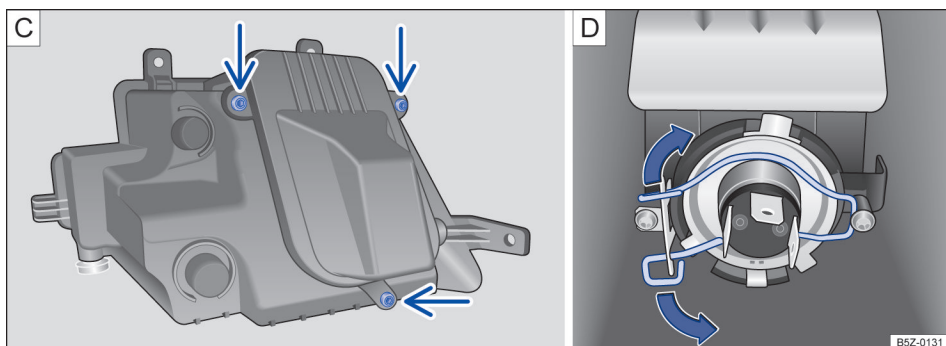

Fig. 122 No para-choque dianteiro: (C) retirar os parafusos da cobertura da lâmpada e (D) lâmpada do farol de neblina.
5. Retirar os parafusos indicados pelas setas → Fig. 122 C, para acessar a lâmpada do farol de neblina.
Comprimir a mola de travamento no sentido da seta e deslocá-la para destravar a lâmpada → Fig. 122 D.